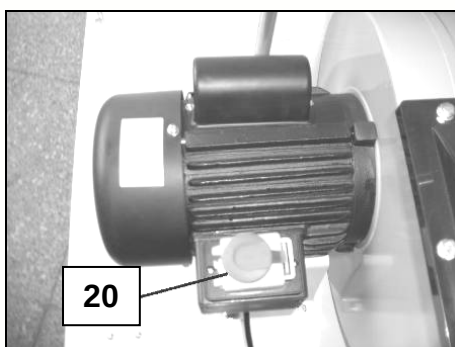

Fig 5
L'interrupteur marche/arrêt de la machine est équipé d'un couvercle "arrêt coup de poing" d'urgence (20) (Fig 5).